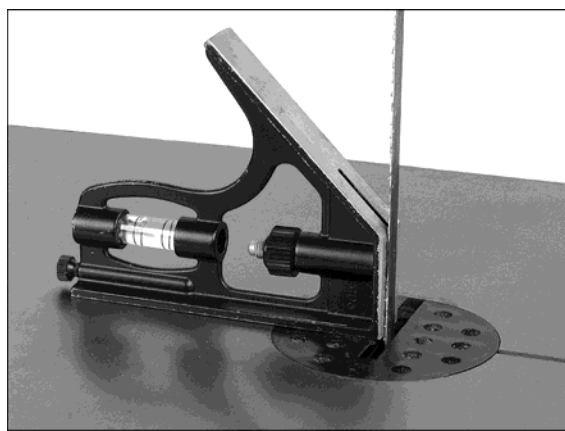

Рис. 40.
3. Для проверки точности угла наклона стола по отношению к пильному полотну, положите на стол угольник вплотную к полотну, как показано на Рис. 40. Для обеспечения точности измерения убедитесь, что вставка стола выровнена с его поверхностью.